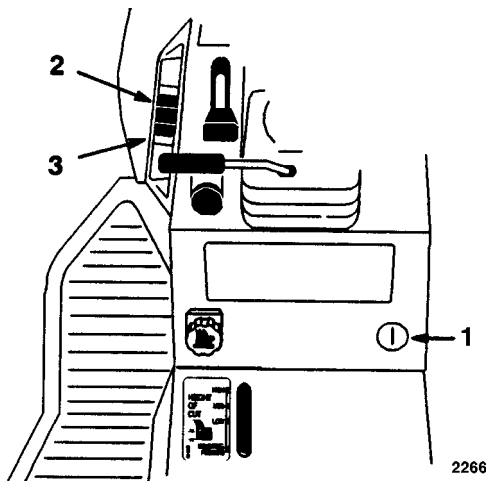

Figure 11
2. Pousser la commande en position "DOWN" (BAS) pour abaisser le système et l'accessoire (Fig. 11).
Cette commande (Fig. 11) sert à limiter la course descendante de l'accessoire. Tourner le bouton de sélection de hauteur pour augmenter ou diminuer la limite.
1. Tirer sur le levier de relevage des accessoires: se reporter à la section "Relevage des accessoires". En position relevée, tourner le bouton de sélection de hauteur (Fig. 11) pour changer la limite. Le tourner dans le sens des aiguilles d'une montre pour augmenter la hauteur de l'accessoire, ou dans le sens contraire des aiguilles d'une montre pour diminuer la hauteur.
2. Le voyant de sélection de hauteur (Fig. 11) signale le changement de la hauteur de relevage de l'accessoire, plus ou moins haut, au moment de la sélection.